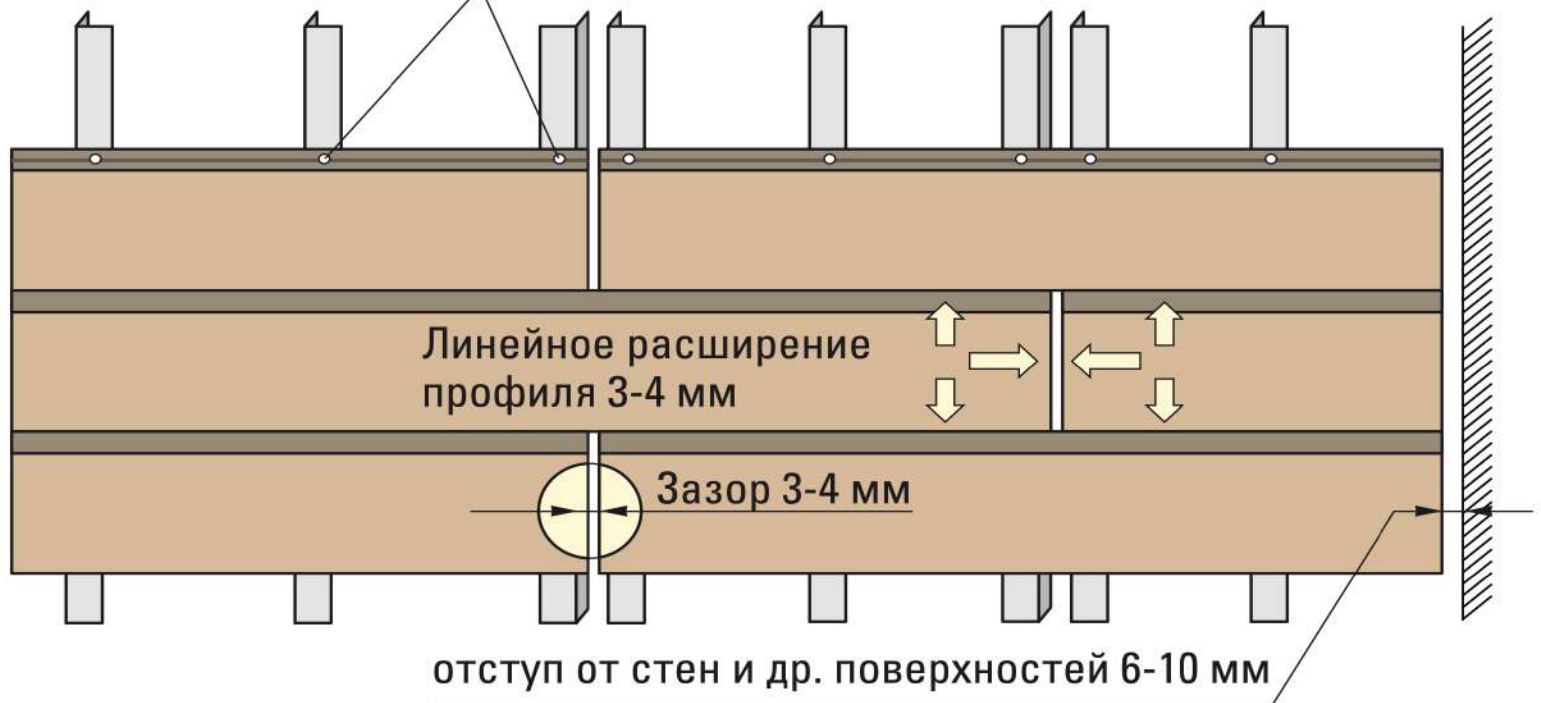

Рис. 8
- Учитывайте линейное расширение композитного материала 1 мм на 1 погонный метр панели. Оставляйте зазоры между торцами фасадных панелей – минимум 3-4 мм для компенсационного расширения материала (рис. 8).